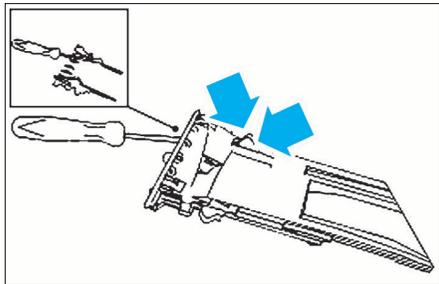

FIG. 47
- les 4 aérateurs de planche de bord (Fig.47).